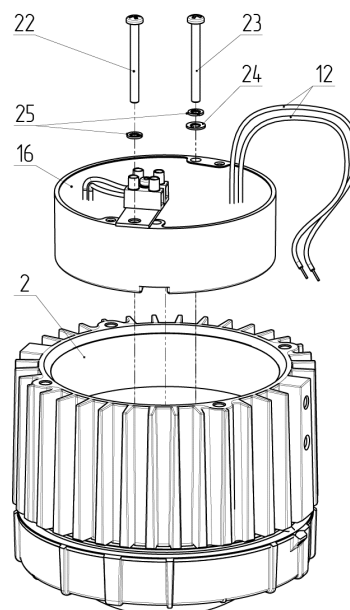

Рис. 20 – Демонтаж источника питания
4.2.4 – Выкрутить винты 22 и 23, снять шайбы 24 и 25, извлечь источник питания 16 из корпуса 2 (см. рис. 20).